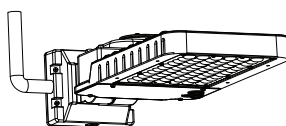

FIG. 20
6. Utilisez le trou de passage de fils pour l'installation du conduit (voir la **FIG. 20**).